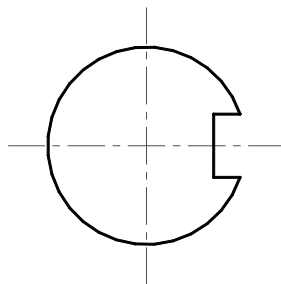

图 11-51 变换中心线图层和线型比例
(3) 单击“关闭”按钮，退出“特性”对话框，结果如图 11-51 所示。